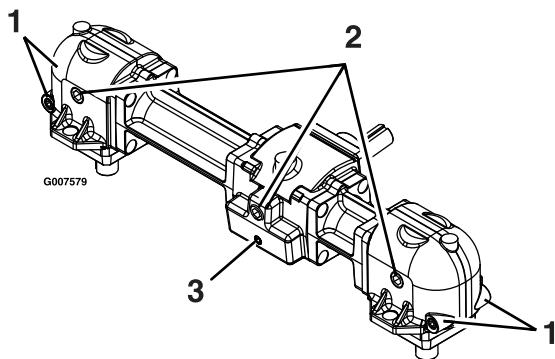

Figura 29
4. Retire el tapón grande de vaciado de aceite de la parte delantera de cada una de las tres secciones de la caja de engranajes, y drene el aceite (Figura 29).